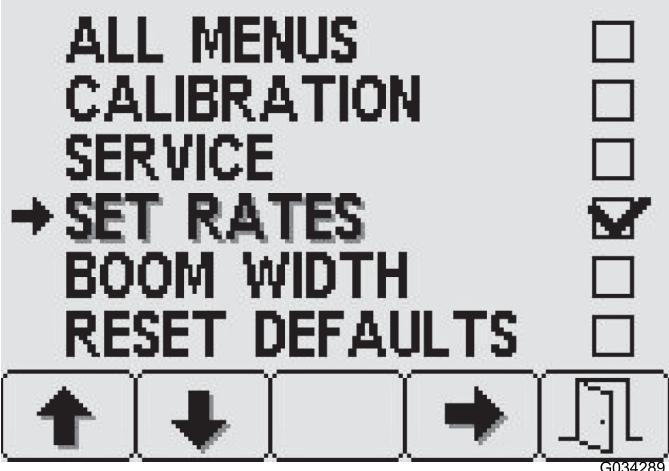

图13
3. 按 4 号按钮选择和取消选择每个受保护菜单项目 (图13)。